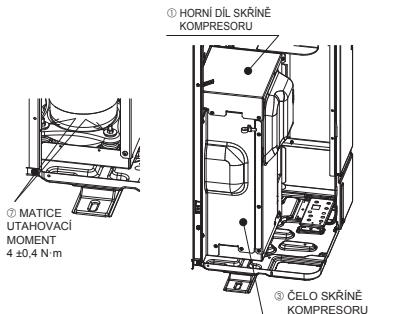

Fig. 4-2
- Po demontáži pevných částí KOMPRESORU nezapomeňte utáhnout matice a pák nasadte zpět HORNÍ DÍL SKŘÍNĚ KOMPRESORU a ČELO SKŘÍNĚ KOMPRESORU. (Fig. 4-2)